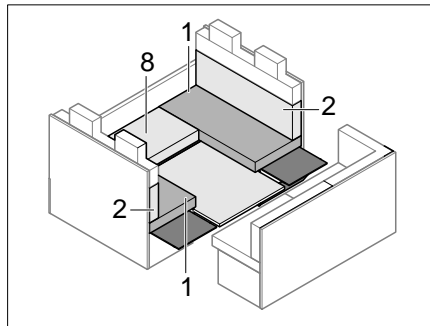

Bild 194 Während des Umbaus
- Sitzpolster (Bild 194,8) und den Unterbau entfernen.